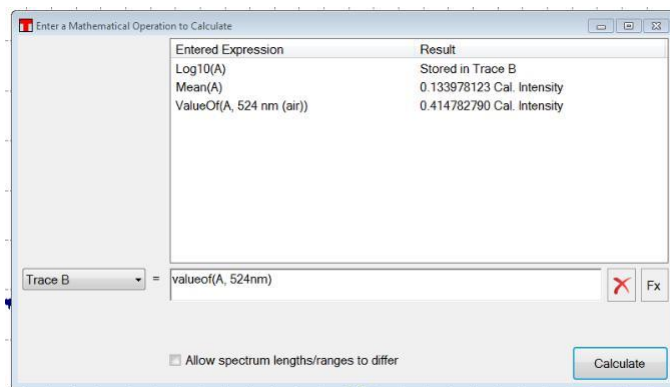

图34. 数学运算对话框
**Trace Math:** 点击按钮弹出对话框(图34)，用户可输入用于一条或多条光谱/干涉图的数学表达式。比如，光谱乘上一个标量值、两光谱相加、两光谱相除。请根据以下规则输入计算表达式：